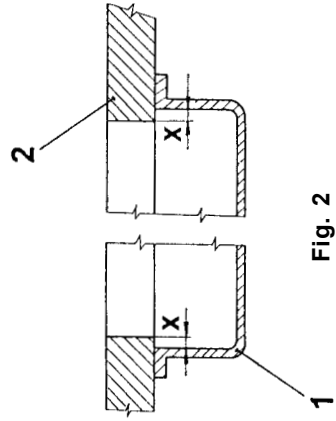
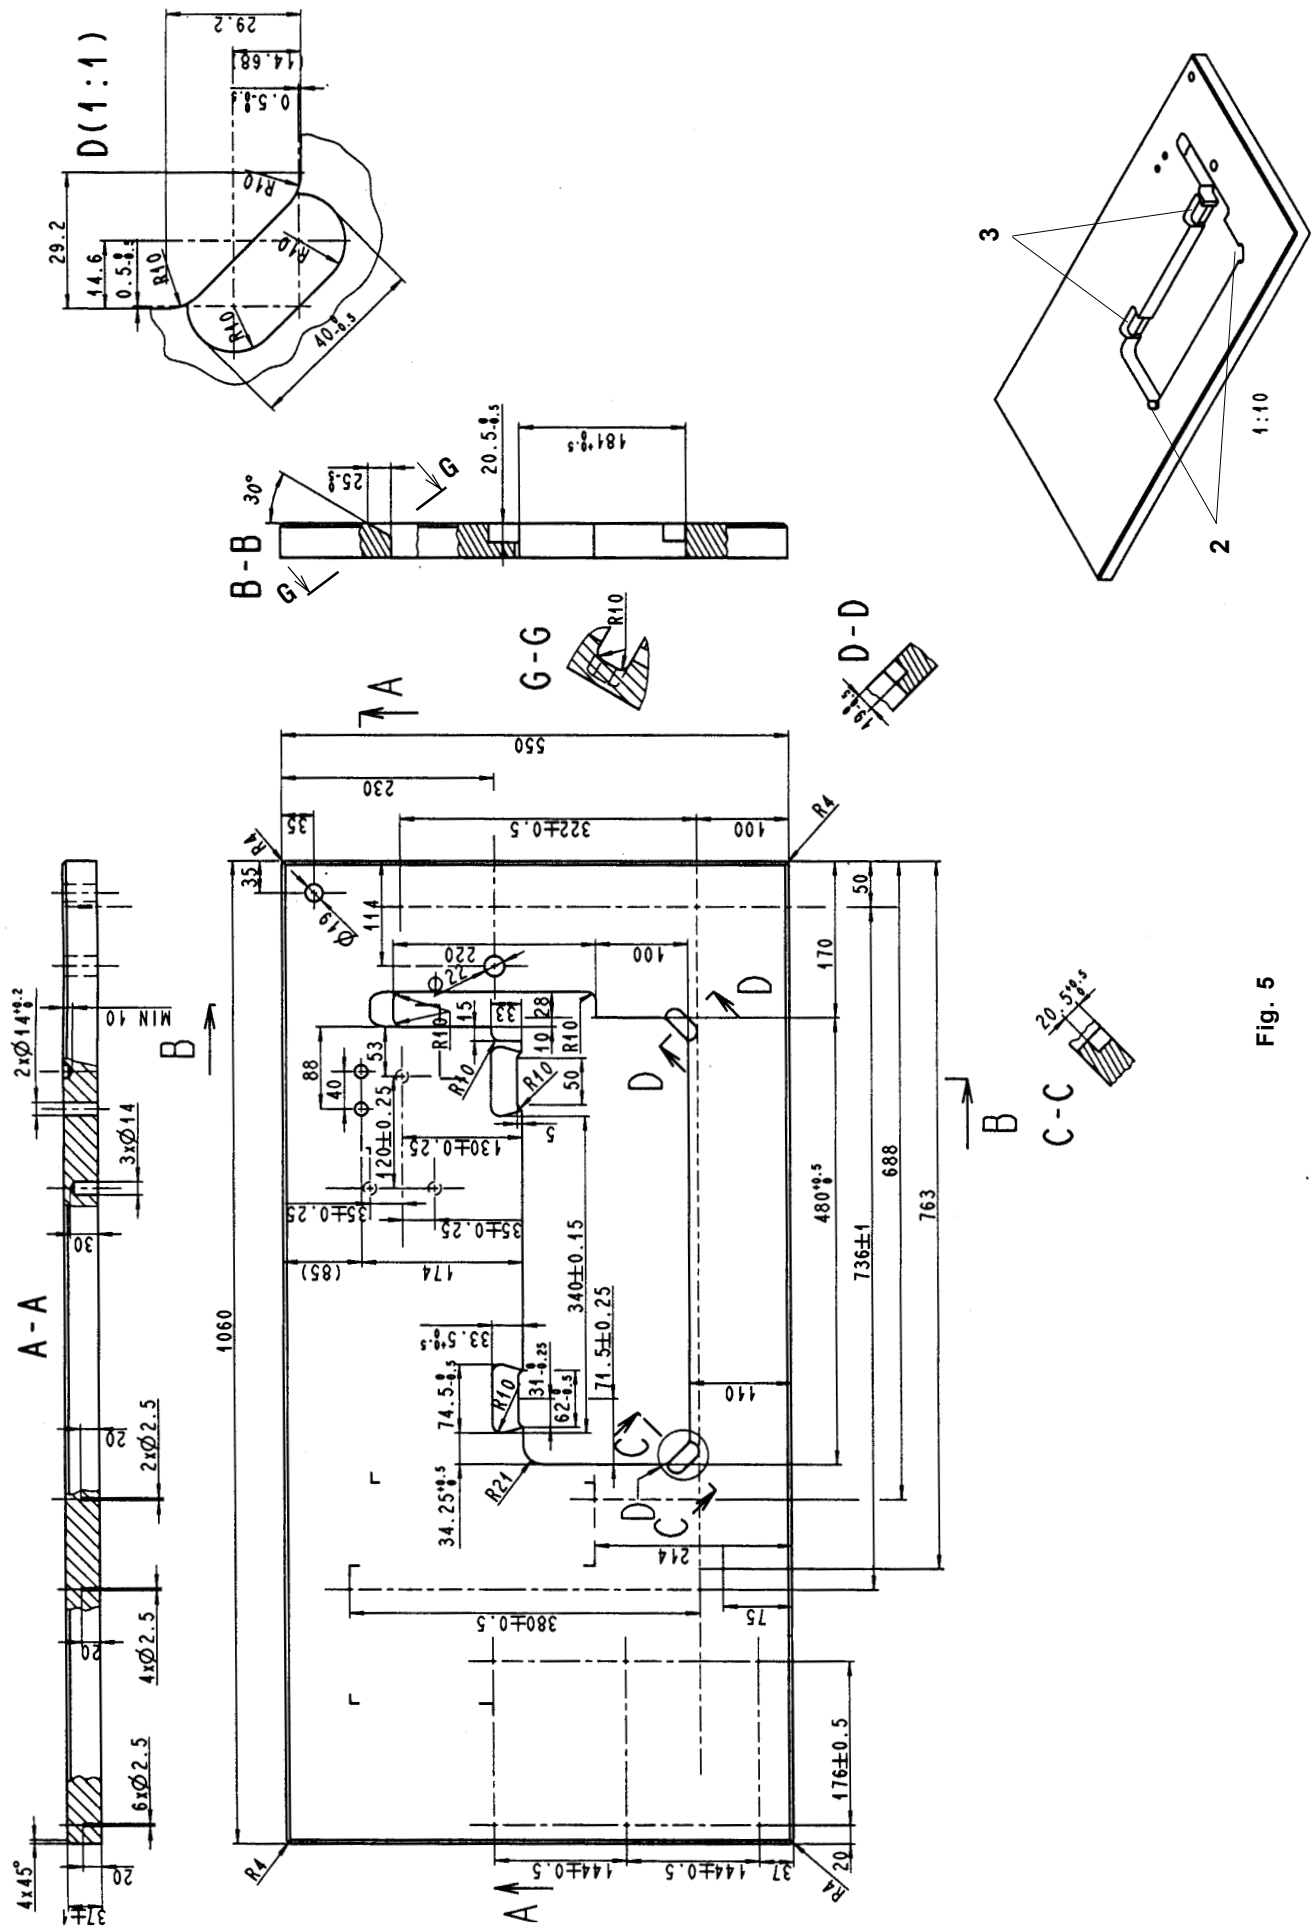

Fig. 2
Fig. 5
Pour le cas où le client s'assure sa propre plaque du bâti, le dessin en est indiqué sur la page 4 (Fig. 5).
### 5.1 Complètement de la plaque du bâti (Fig. 2, 3, 4, 5)
Les insertions en caoutchouc pour monter la tête de la machine dans la plaque du bâti sont à mettre dans l'évidement (2 et 3, Fig. 5). Pour une meilleure fixation, on recommande d'y coller ces insertions. En montant la cuvette (1, Fig. 2) veiller à ce que la distance "X" soit maintenue sur tout le pourtour de la cuvette entre l'intérieur de la cuvette et le périmètre de l'évidement dans la plaque du bâti (2).